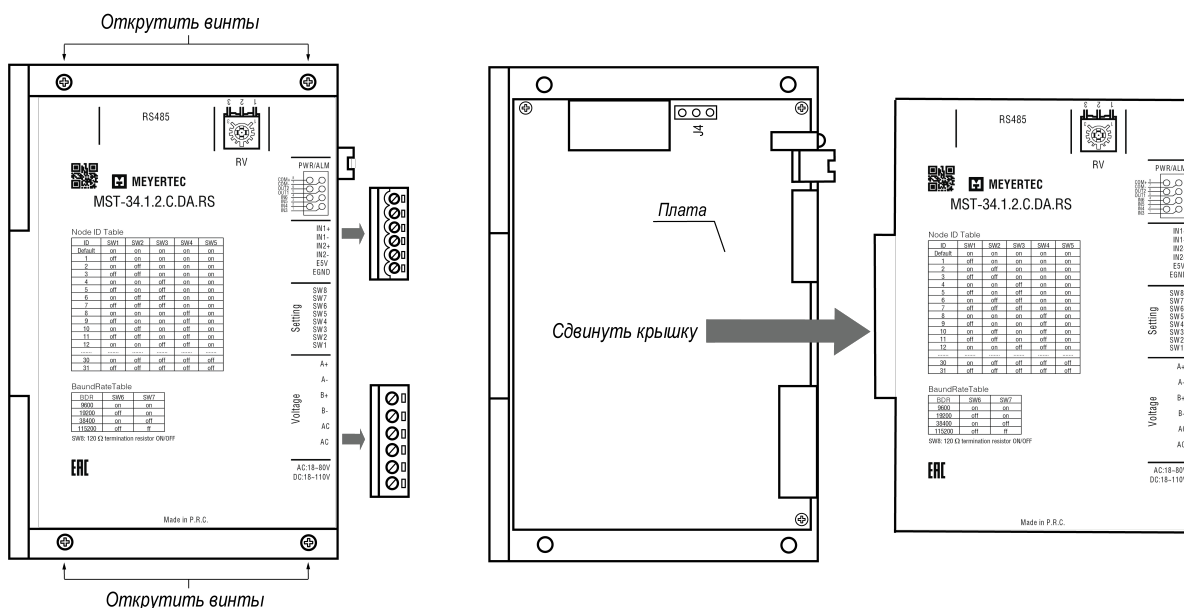

Рисунок 7.13 – Снятие крышки прибора
2. Открутить четыре крепежных винта крышки прибора, затем снять крышку, сдвинув ее вправо, как показано на рисунок 7.13: